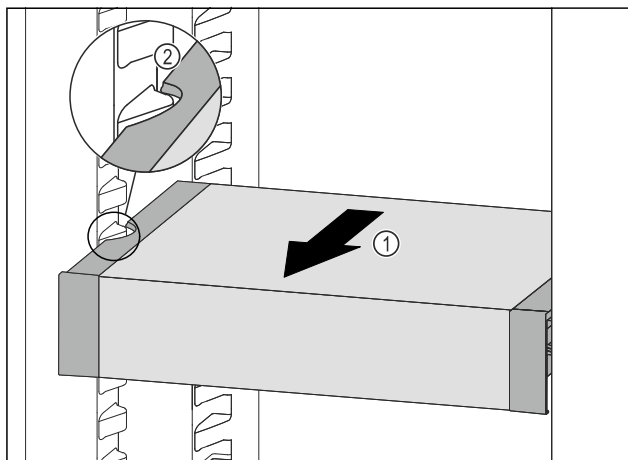

Fig. 92
- Træk VarioSafe fremefter Fig. 92 (1), indtil udsparringerne i siden på VarioSafe er på niveau med beholderribben i kølesektionen. Fig. 92 (2)